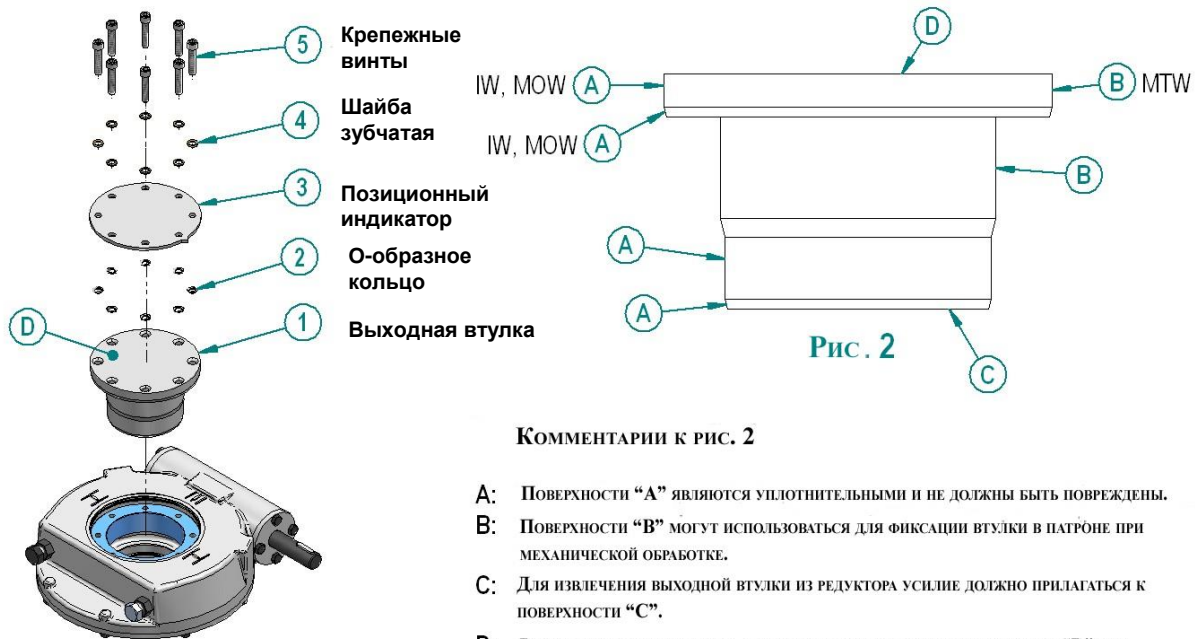

Рис. 1
Редукторы от IW12 до IW16 имеют несъемную втулку, то есть в этом случае обрабатывается непосредственно квадрант редуктора под шток арматуры, параметры которого указаны в заказе. Все остальные редукторы имеют съемную втулку (1) (см. рис. 1).
На рис.1 показано снятие выходной втулки с редуктора. Смотри рис. 2 для снятия выходной втулки без повреждений уплотнительных поверхностей.
Как показано на рис. 1 и рис. 2, рекомендуется наносить силиконовый герметик на поверхность 'D' для уплотнения индикаторной крышки ко втулке. Не наносите герметик на уплотнительные кольца (2) или пазы под уплотнительные кольца.
Перед повторной сборкой очистите и обезжирьте верхнюю поверхность выходной втулки, нижнюю сторону индикаторной крышки и пазы под винты. Зафиксируйте момент затяжки винтов, необходимый для фиксации выходной втулки, указанной под крышкой индикаторной/внешней крышки. Вставьте винты и шайбы в отверстия индикаторной/внешней крышки, как на рис. 1.